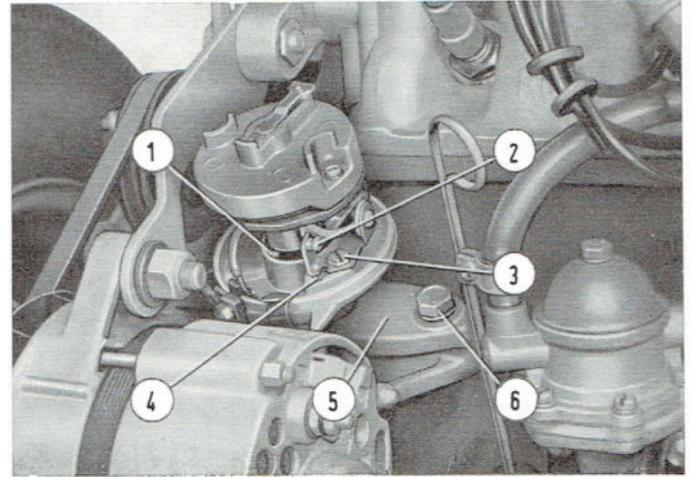

Abb. 135 - Zündverteiler, bei abgenommener Kappe, am Motor.
– Zündverteiler mit der Halterung (5, Abb. 135) durch die Schraube (6) am Motor befestigen.